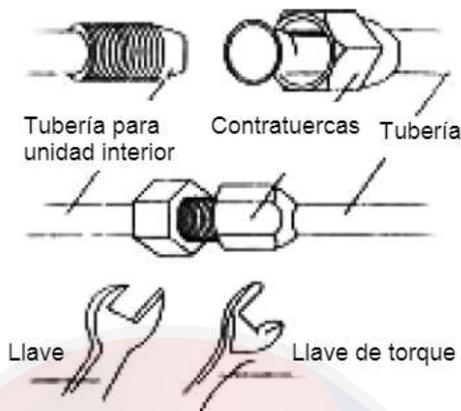

Fig. 9.12
2. Use llave de torque para apretar la tuerca bridada hasta que se ajuste la tuerca (Fig. 9.12).